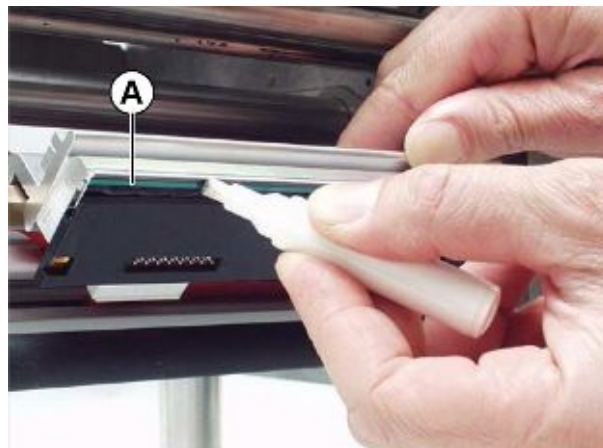

Рис. 5. Очистка печатающей головки чистящим карандашом
- ➔ Несколько раз с легким нажимом проведите чистящим карандашом по нагревательному элементу (Рис. 5А) термоголовки.